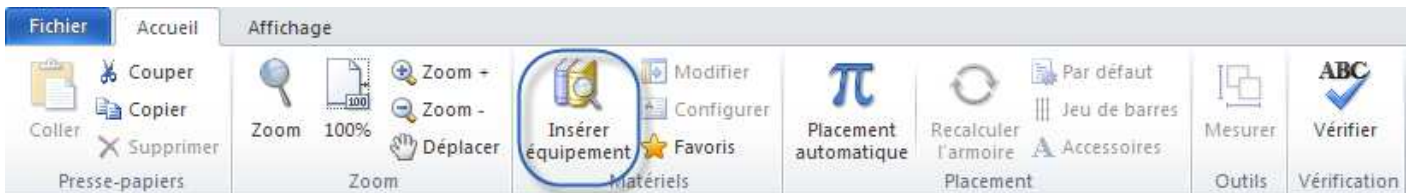

Fig. 24
-Double-cliquer ou glisser/déposer le symbole depuis la barre de symboles pour l'insérer, ou choisir une référence fabricant depuis la fonction **Insérer équipement** (Fig.24), les équipement seront ajoutés directement sous l'équipement en surbrillance.